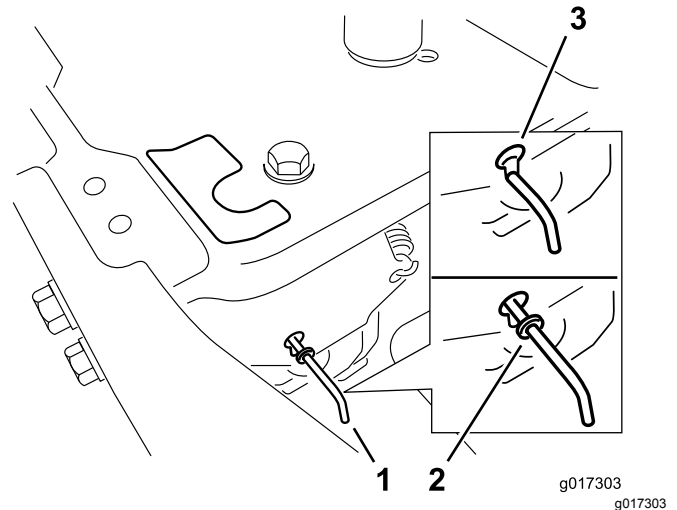

Bild 31
4. Schieben Sie die Bypasshebel nach vorne durch das Schlüsselloch und nach unten, um sie zu arretieren (Bild 31).
Schieben Sie die Bypasshebel nach hinten durch das Schlüsselloch und nach unten, um sie zu arretieren, wie in Bild 31 abgebildet.